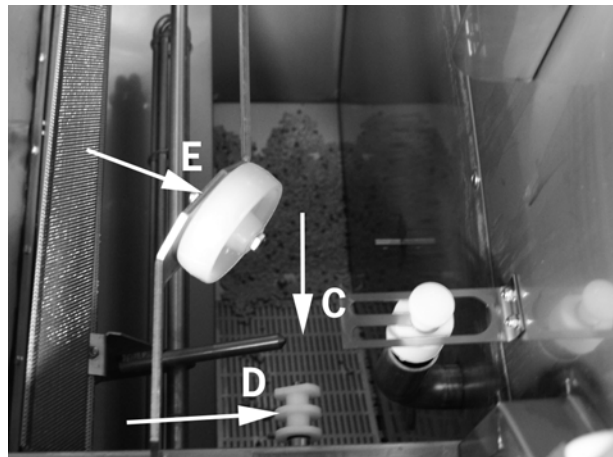

Abbildung 29: Bodensieb, Pegelsensor und Rollen
9. Das Bodensieb (C) mit Wasser reinigen und abspritzen. Um die Reinigung zu vereinfachen, lässt sich das Bodensieb herauschrauben (Abbildung 29 Bodensieb, Pegelsensor und Rollen).
10. Den Pegelsensor (D) mit einem sauberen Tuch abwischen. Siehe Abbildung 29 Bodensieb, Pegelsensor und Rollen.
11. Die Stützrollen (E) des Korbrads müssen sich ungehindert drehen; vgl. Abbildung 29 Bodensieb, Pegelsensor und Rollen.